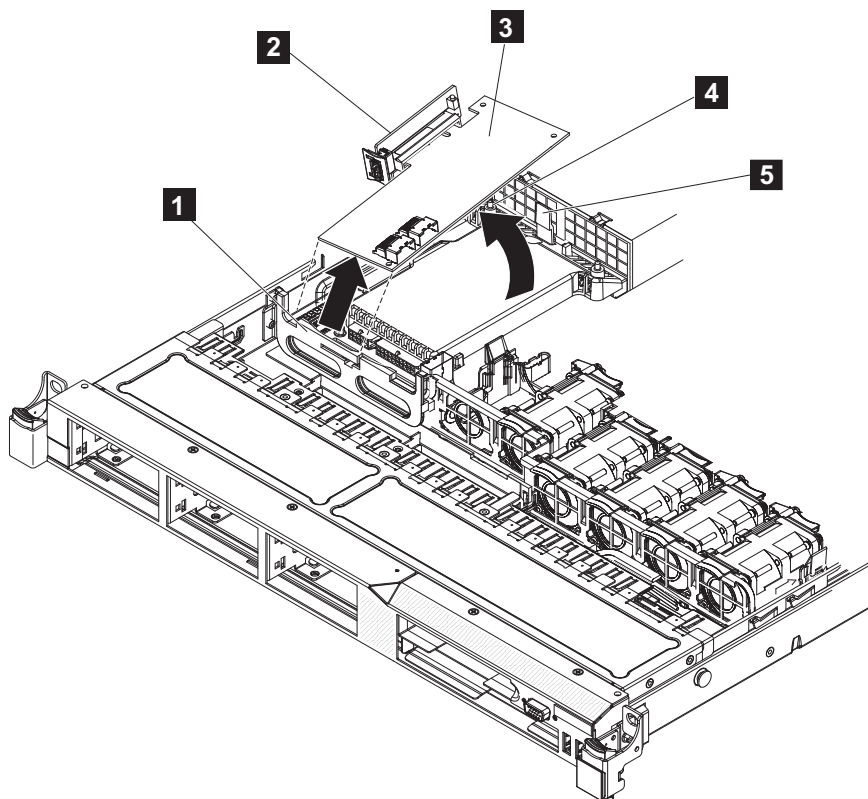

Figura 232. Desencaixando o suporte de retenção frontal do controlador de disco e removendo o conjunto da riser e o controlador de disco
11. Puxe para cima o controlador de disco (**3** no Figura 232) até que o controlador de disco e o conjunto da placa riser USB (**2**) desencaixe do conector na placa-mãe.